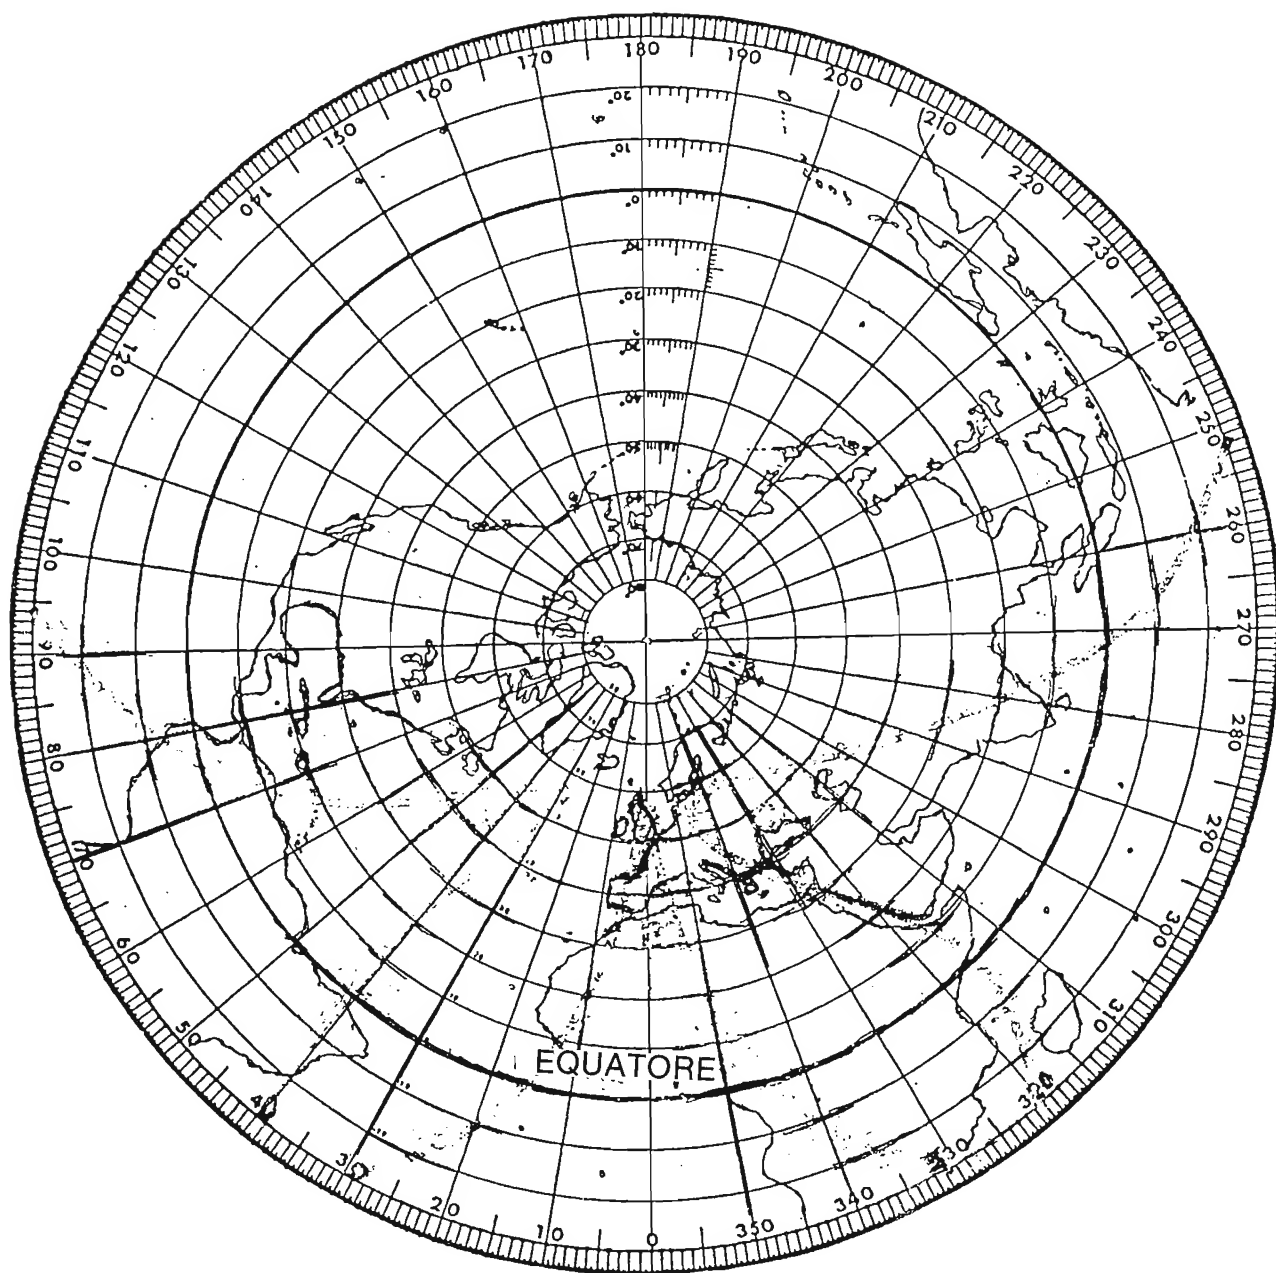

Fig. 3 - La mappa di base del Satellipse.
Fig. 3 - Vista esplosa. Entro la cavità anodica trovasi, vicino al lato che porta il connettore di uscita, il link d'accoppiamento (L), saldato alla massa, mentre il lato verticale della «elle» si salda mediante un forellino, al piolo del connettore.